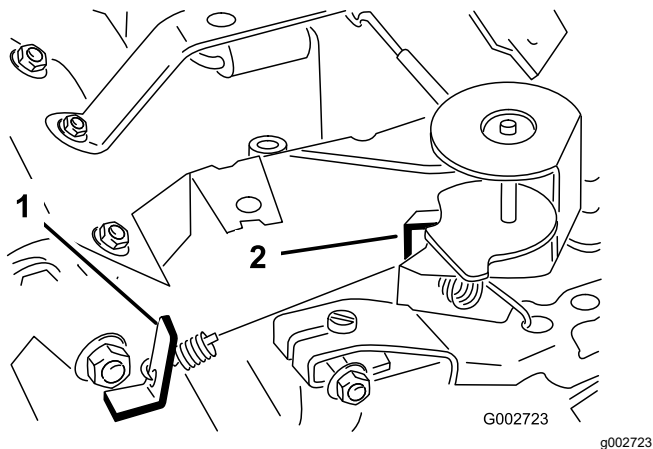

Figura 42
3. Dobre o batente da mola de velocidade intermédia (Figura 42) até obter uma velocidade de 1.675 ± 1.875 rpm.
6. Dobre o batente da mola de velocidade elevada (Figura 42) até obter uma velocidade de 3.350 ± 3.450 rpm.